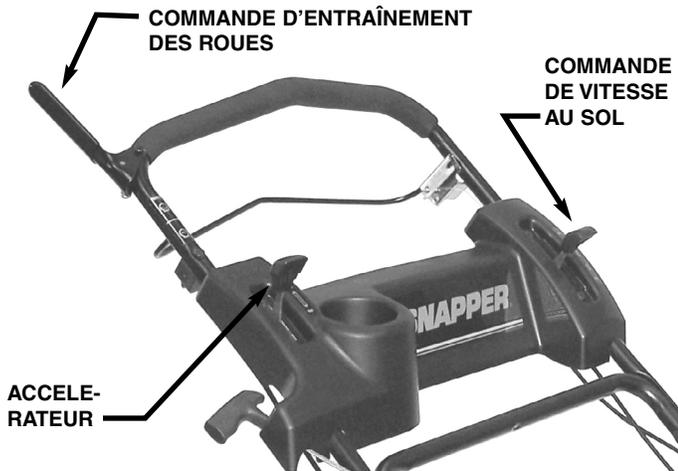

FIGURE 2.4
1. Amener l'accélérateur à la position voulue. Voir figure 2.4.
**IMPORTANT:** Pour changer de vitesse il faut d'abord arrêter la marche avant de la tondeuse. Voir figure 2.4.